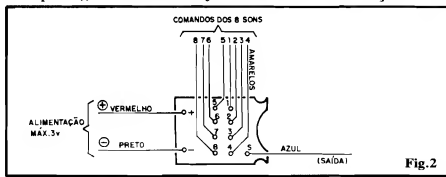

Fig.2
- **FIG. 2 - VISUALIZAÇÃO DA PLACA/CHIP JÁ ADAPTADA** - Com as informações da fig. A, mais o diagrama da fig. 2, o Leitor/Hobbysta tem todos os detalhes para a perfeita adaptação da plaquinha/chip. Vemos, agora, a dita cuja pelo lado não cobreado (contrário daquele mostrado em A2...). Recomendamos enfaticamente que sejam usados os códigos de cores recomendados (preto para o negativo da alimentação, vermelho para o positivo, azul para a Saída "S" e amarelo para os 8 comandos). Quem quiser, poderá adotar outras cores (dependendo dos cabinhos disponíveis no estoque do Leitor/Hobbysta), mas sempre individualizando e codificando com muita clareza e precisão cada uma das ligações, evitando assim problemas e inversões quando do "casamento" com a placa de "apoio"... Algumas informações complementares, e cuidados especiais: